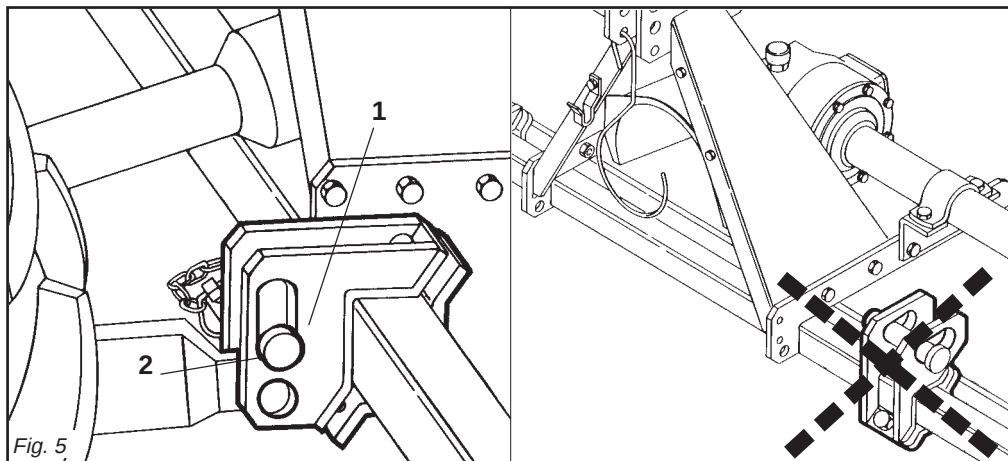

Fig. 5
In base alle dimensioni specifiche di questi 2 tipi di attacchi dei trattori è necessario determinare la posizione più favorevole della zappatrice spostando opportunamente sul tubo quadro le piastre (1 Fig. 5) e inserendo i perni (2 Fig. 5) nei fori corrispondenti al giusto diametro delle parallele del trattore.
Le piastre (1 Fig. 5) vanno montate sempre e solo come mostrato in Fig. 5
Depending on the precise dimensions of these two types of hitches, find the best position for the cultivator by moving the plates (1 Fig. 5) along the square tubular and inserting the pin (2 Fig. 5) in the holes corresponding to the correct diameter for the tractor's parallel arms.
The plates (1 fig. 5) must always and only be mounted as shown in Fig. 5
Aufgrund der spezifischen Abmessungen dieser beiden Schlepperanschlüsse kann man die günstigste Position der Hackfräse festlegen, indem man die Platten (1 Abb. 5) auf dem Vierkantröhre verschiebt und die Bolzen (2 Abb. 5) in die entsprechenden Bohrungen mit dem richtigen Durchmesser auf dem Schleppergestänge einsteckt.
Die Platten (1 Abb. 5) dürfen nur und ausschließlich so montiert werden, wie
En fonction des dimensions spécifiques de ces deux types d'attaches des tracteurs il faut déterminer la position la plus favorable de la houe en déplaçant, sur le tube carré, les plaques (1 Fig. 5) et introduire les axes (2 Fig. 5) dans les trous correspondant au bon diamètre des parallèles du tracteur.
Les plaques (1 Fig. 5) doivent obligatoirement être montées comme illustré dans la Fig. 5 en utilisant les
En relación a las dimensiones específicas de estos dos tipos de enganche de los tractores hace falta determinar la posición más favorable de la binadora desplazando oportunamente en el tubo cuadrado las placas (1 Fig. 5) e introduciendo los pernos (2 Fig. 5) en los orificios correspondientes al correcto diámetro de las paralelas del tractor.
Las placas (1 Fig. 5) deben ser montadas siempre y solamente según
- 1 - Accostare le parallele del sollevatore ponendole all'interno delle piastre (1 Fig. 5), inserire il perno (2 Fig. 5) nel foro predisposto e bloccare con le copiglie a scatto.
- 1- Near the lift bars, setting them in the most suitable plates (1 Fig. 5). Insert the pin (2 Fig. 5) into the relative hole and lock in place with the snap-in split pins.
es in Abb. 5 gezeigt ist, nämlich mit den Bohrungen, die vor dem Vierkantrohr angeordnet sind. Der Hersteller haftet nicht für die Beschädigung der Hackfräse oder des Schleppers infolge der Nichtbeachtung dieser Angabe.
- 1- Die Lenker des Krafthebers annähern und in die am besten geeigneten Platten schieben (1 Abb. 5). Den Bolzen (2 Abb. 5) in das Loch stecken und mit dem einrastenden Splint blockieren.
- 1- Approchez les barres du relevage en les plaçant à l'intérieur des plaques les plus appropriées (1 Fig. 5), introduisez l'axe (2 Fig. 5) dans le trou correspondant et bloquez par les goupilles à encastrement.
lo indicado en la Fig. 5 con los orificios posicionados delante del tubo cuadrado. La firma constructora no es responsable de rupturas en la binadora o en el tractor originadas por falta de respeto de esta indicación.
- 1- Acercar las barras del elevador poniéndolas dentro de las placas más indicadas (1 Fig. 5), introducir el perno (2 Fig. 5) en el orificio y bloquear con los pasadores de resorte.